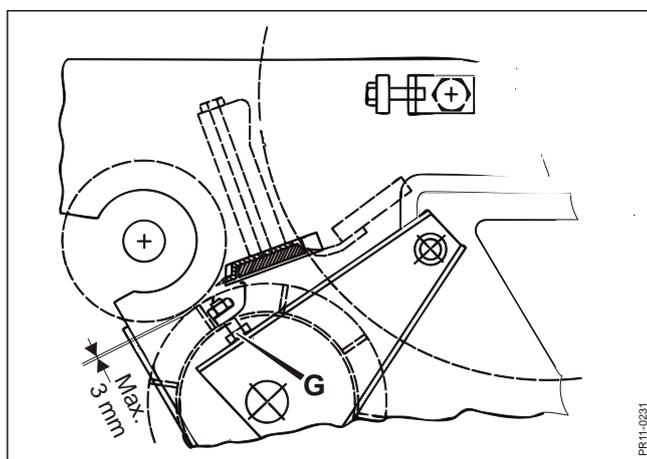

Fig. 4-12
**Fig. 4-12** La distancia entre el rodillo liso y el rodillo dentado debería ser como máximo de 3 mm. El ajuste se lleva a cabo con los pernos **G** que se encuentran a los dos lados de la carcasa del rotor.